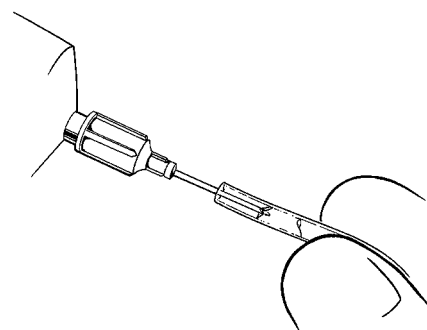

Figura 4-22. Spălați tubul
3. Utilizați un ac cu vârful bont de mărime 22 pentru a spăla capetele tuburilor (**Figura 4-22**) cu ser fiziologic steril pentru a îndepărta particulele și aerul înainte de conectare.